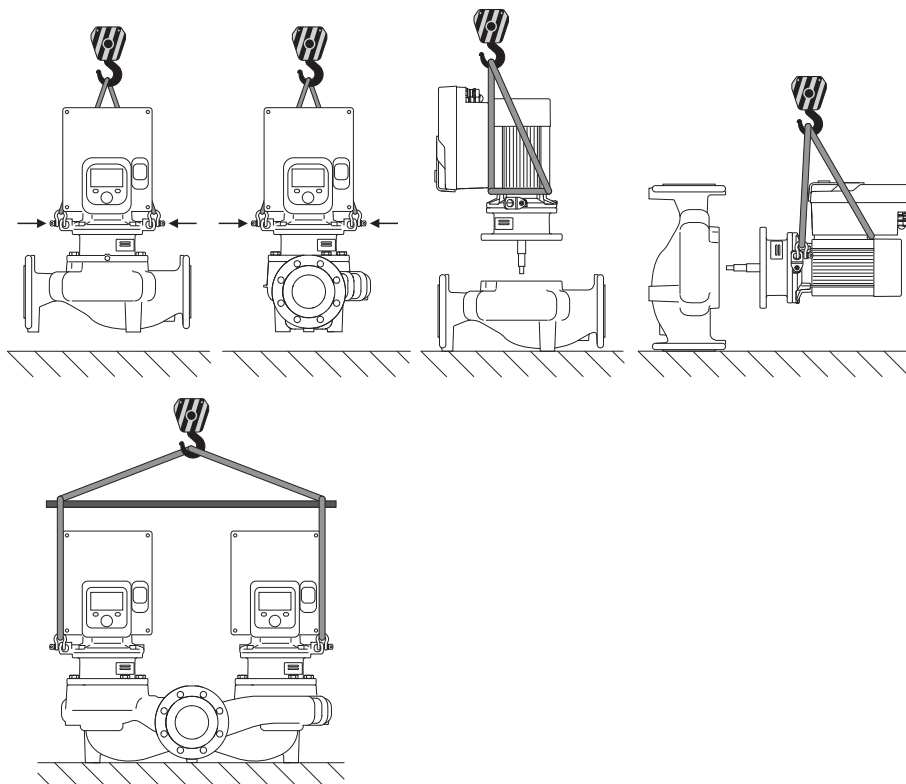

Fig. 6: Lyftriktning
Pumpen ska transporteras med tillåtna lyftanordningar (till exempel lyftblock, kran osv.). Lyftanordningar ska fästas på transportöglorna som finns på motorflänsen. Skjut om nödvändigt lyftöglorna under adapterplattan (Fig. 6).
1. Lämna två transportöglor (Fig. I, pos. 30) på motorflänsen.
2. Fäst instickssatsen (Fig. 4) på transportöglorna med lämplig lyftutrustning i säkringssyfte. Lägg en rem runt motorn och adaptorn till elektronikmodulen enligt Fig. 6 för att förhindra att enheten faller. Undvik att skada elektronikmodulen vid fastsättningen.
3. Lossa och ta bort skruvarna (Fig. I/II/III/IV, pos. 29).